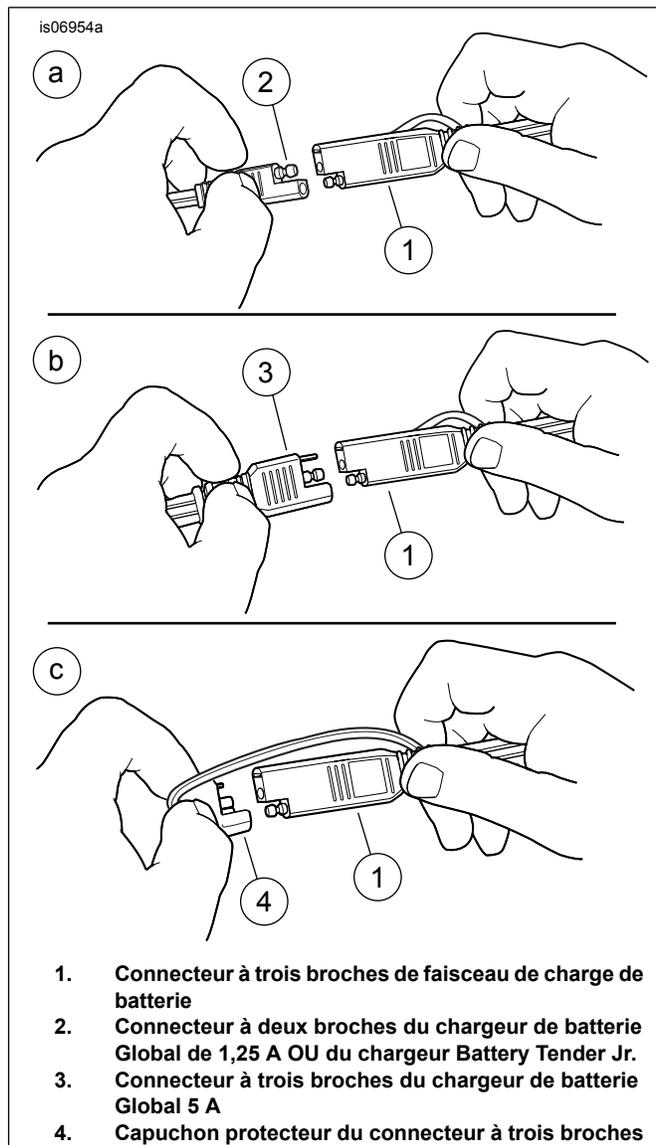

Figure 9. Connexion au chargeur de batterie
Voir Figure 9 a. Brancher le connecteur à deux broches (2) du chargeur de batterie sur le connecteur à trois broches (1) sur le faisceau de batterie.
Voir Figure 9 b. Brancher le connecteur à trois broches (3) du chargeur de batterie sur le connecteur à trois broches (1) sur le faisceau de batterie.
Voir Figure 9 c. Le capuchon protecteur (4) doit être installé sur l'ensemble du connecteur de faisceau de batterie (1) pour protéger toutes les trois bornes contre les dommages et la corrosion.